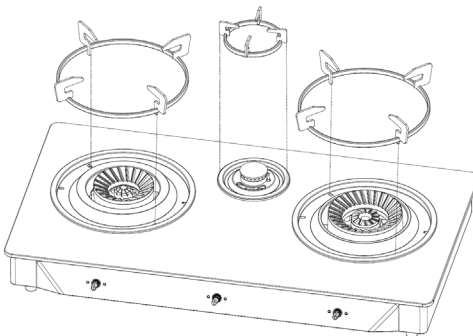

Figura 3
3. Limpie las placas y coloque los posavasos en las posiciones correctas (véase la figura 3).